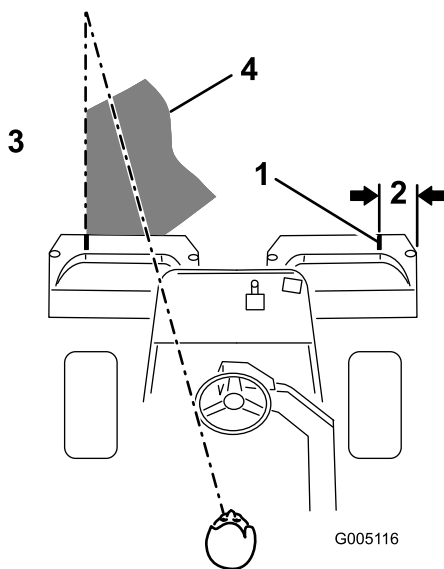

Рисунок 37
**Примечание:** Чтобы машина всегда двигалась по грину строго по прямой с сохранением интервалов от края предыдущей скошенной полосы, создайте воображаемый ориентир 1,8-3 м перед машиной на краю нескошенной части грина (Рисунок 37). Некоторым операторам удобно использовать как часть ориентира наружный край рулевого колеса, т.е. удерживать край рулевого колеса совмещенным с точкой, которая всегда находится на одном и том же расстоянии от переднего края машины.